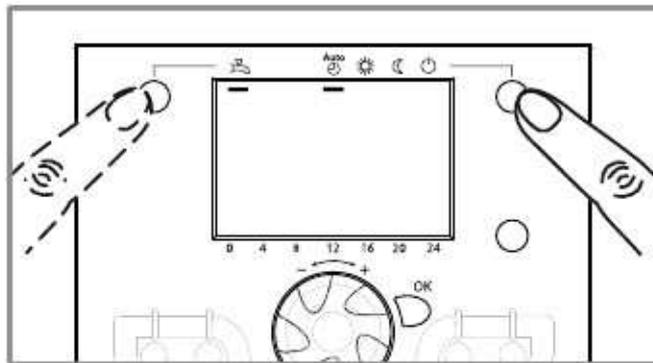

figura 50 – Selezione del regime di riscaldamento AUTO e del regime ACS (acqua calda sanitaria)
- Selezionare il regime di riscaldamento "AUTO" (figura 50)
- Se l'impianto è dotato di un bollitore sanitario, selezionare il regime ACS (figura 50)